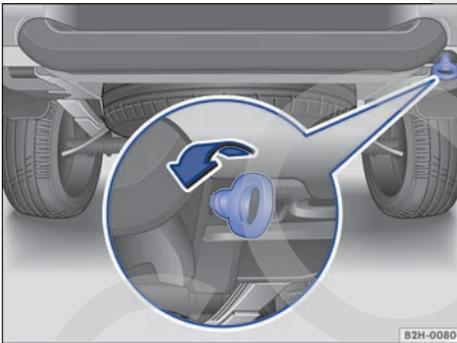

Fig. 208 En el lado derecho del paragolpes trasero: gancho para remolque enroscado.
*En los vehículos con paragolpes trasero, el alojamiento del gancho para remolque enrosicable se encuentra debajo del paragolpes trasero, en el lado derecho → **fig. 208**.*